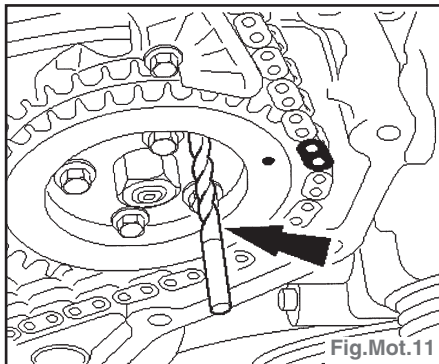

Fig.Mot.11
- Insérer un foret de 6 mm dans l'orifice du pignon de pompe d'injection et serrer les vis de fixation de pignon de pompe d'injection avec les doigts (Fig. Mot.11).